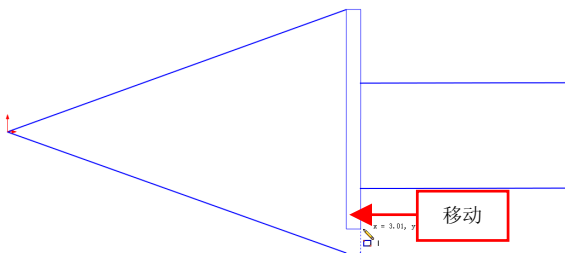

图 2-35 向右下方移动光标
(3) 在绘图区中最左侧端点上单击鼠标左键,进入草图绘制环境,单击左上方合适的端点,向右下方移动光标,如图 2-35 所示。